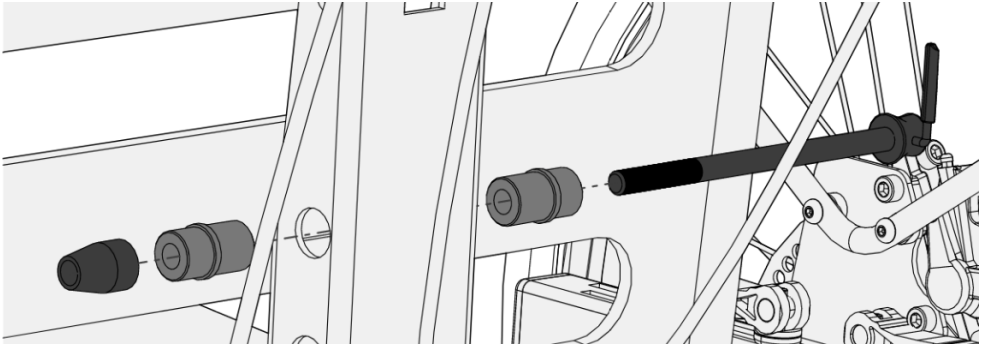
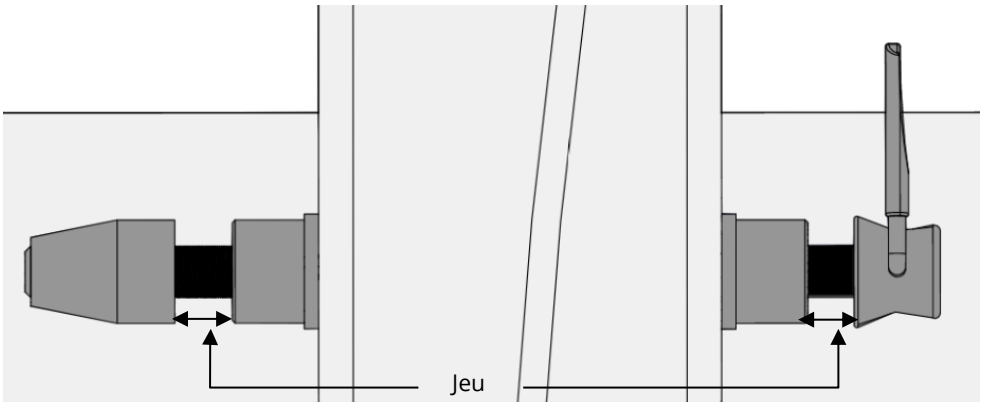

Figure 28 - Positionnement des éléments de fixation rapide
Figure 29 - Jeu permettant de laisser passer les pattes de fourche
- Revissez l'axe en mettant les éléments de fixation dans l'ordre de la photo ci-dessous (Cf. figure 28), en laissant du jeu pour pouvoir faire passer les pattes de fourche de votre vélo (Cf. figure 29).
- Dévissez l'écrou de réglage de l'axe de fixation de l'AddBike+ de manière à laisser un espace d'environ 1cm de chaque côté de la plaque (Cf. figure 29) ;